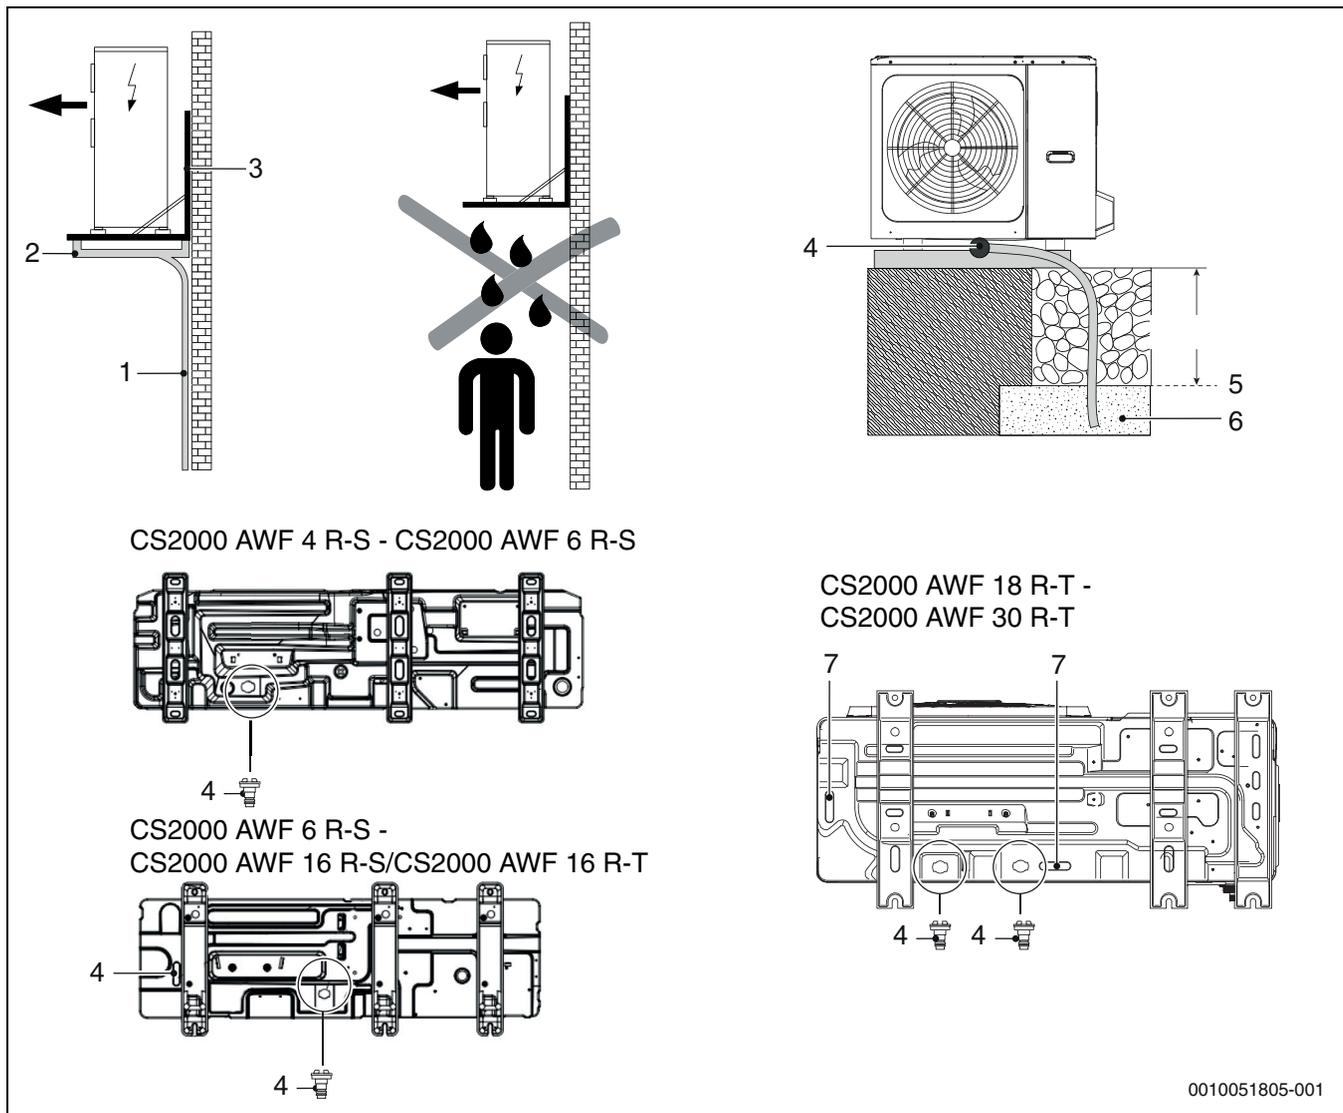

Fig. 49 Ecoulement des condensats
- Installer le tube sous la ligne de gel (→ Figure 49, [5]).